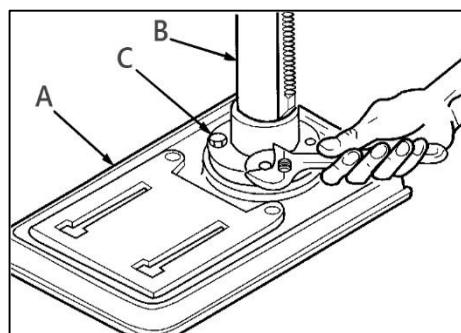

Рисунок 2.
Снимите защитную втулку (B) с колонны (рис. 2). Расположите колонну в сборе на основании (A), выровняйте отверстия во фланце (C) с отверстиями в основании.